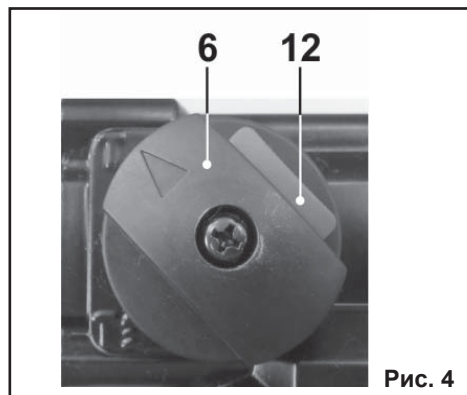

Рис. 4
9.2.2. Нажав на кнопку (12) переключателя режимов (6), поверните переключатель режимов (6) указателем к пиктограмме «положение долбления», на корпусе редуктора, Рис. 4.